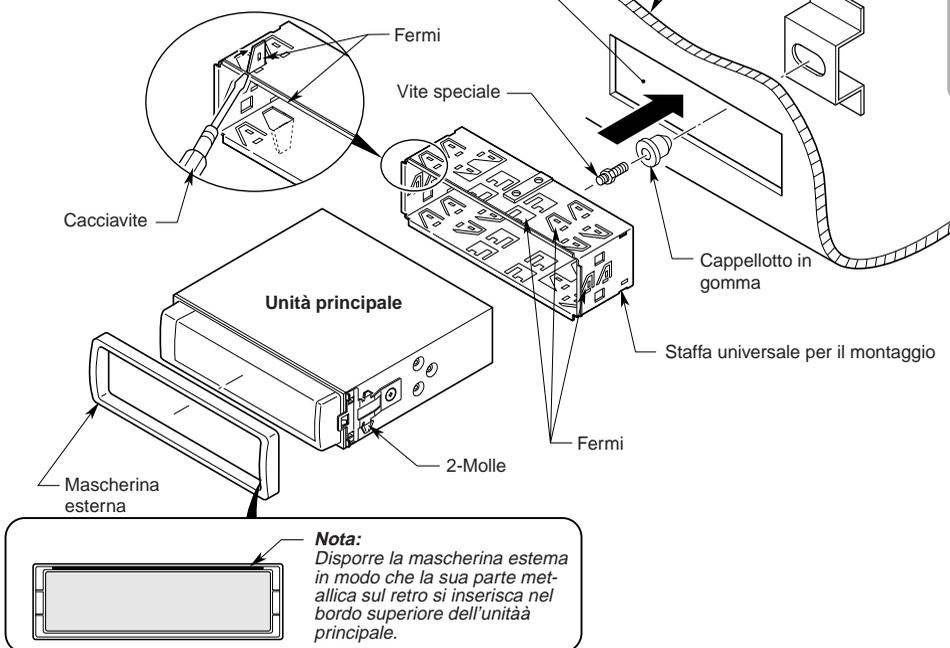

Figura 6
1. Posizionare la staffa di montaggio universale dentro il pannello strumenti usando un cacciavite per piegare in dentro tutti i fermi della staffa di montaggio universale, poi chiudere saldamente i fermi come illustrato dalla Figura 6.
1. Una volta fissata la parte posteriore dell'unità principale con il metodo illustrato nella Figura 6 allentare la vite speciale.